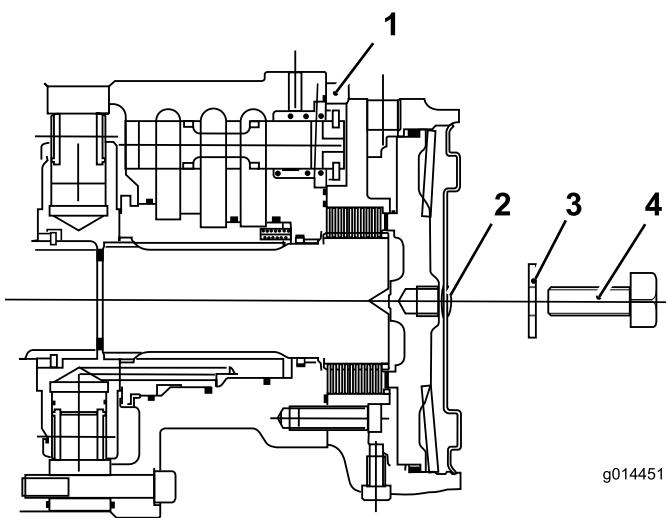

Bild 62
- C. Montieren Sie die Sechskantschraube an die Motorenplatte (Bild 62).